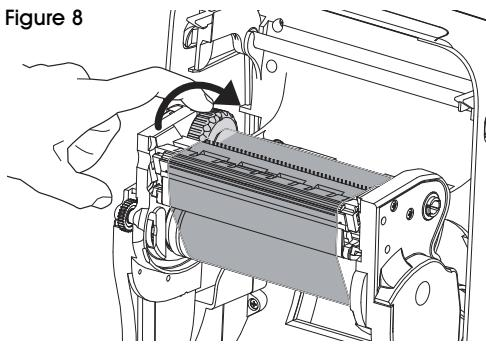

Figure 8
5. Tournez la molette sur le côté gauche de l'axe d'enroulement vers l'arrière de l'imprimante jusqu'à ce que le ruban soit tendu sur la tête d'impression. (Voir Figure 8)